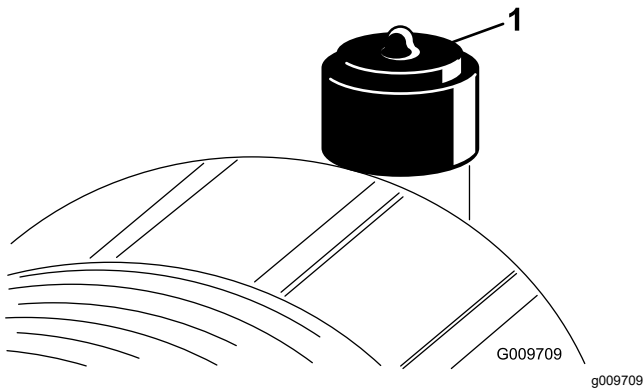

Figura 82
Revise el filtro del limpiador de aire únicamente cuando el indicador de mantenimiento (Figura 82) lo requiera. El cambiar el filtro antes de que sea necesario aumenta la posibilidad de que entre suciedad en el motor al retirar el filtro.
2. Reinicie el indicador (Figura 82) si se ve rojo.